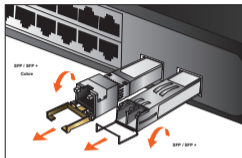

Figura 2: Extracción del módulo mini-GBIC SFP / SFP +
2. Retire el cable de fibra óptica con cuidado (consulte **Figura 2**).